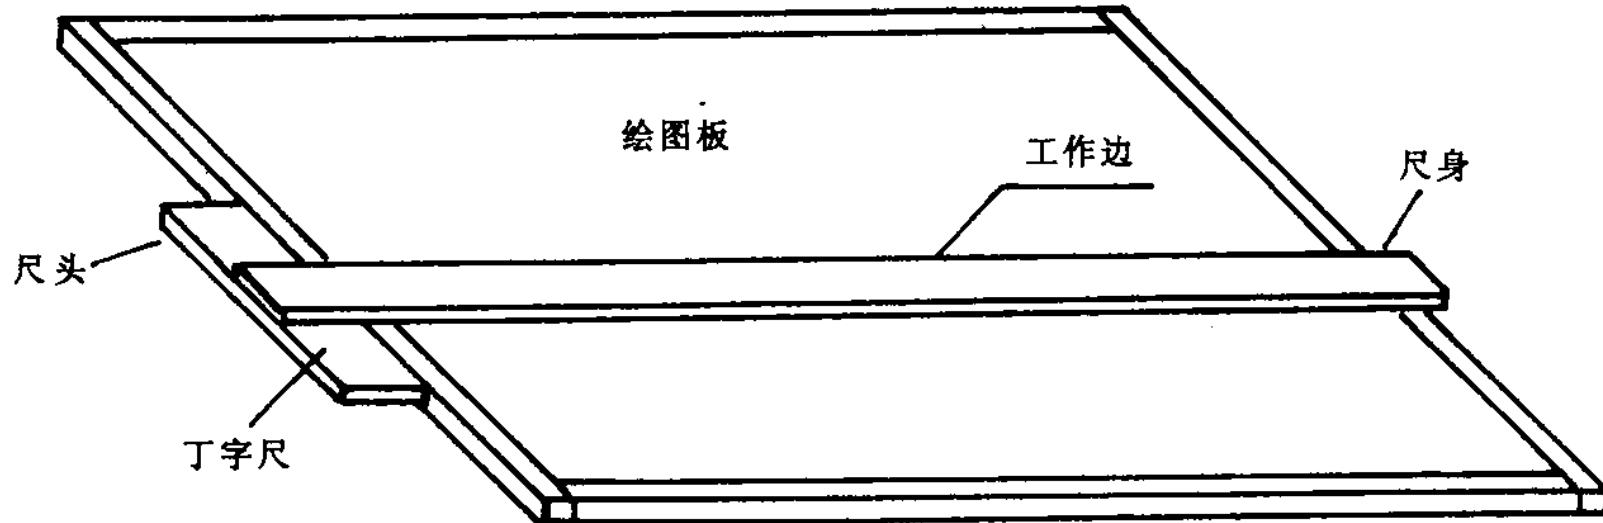

图 1-2 绘图板与丁字尺
1. 图板、丁字尺、三角板 手工绘制工程图离不开图板、丁字尺（图 1-2）等绘图工具。